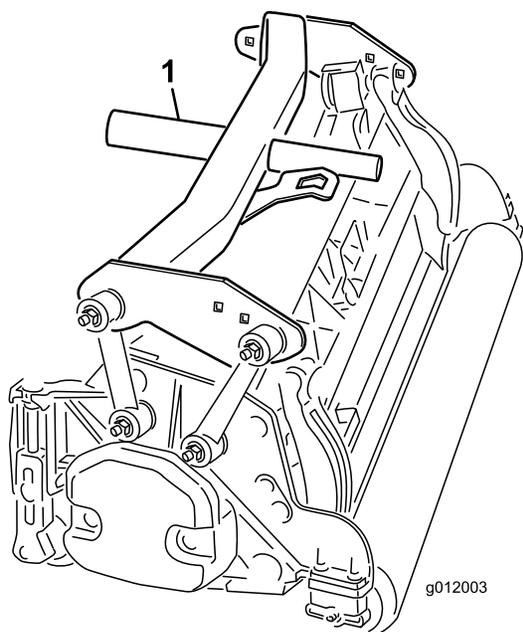

図 18
4. 後キャリアフレーム 図 18 を後カッティングユニットに載せる。